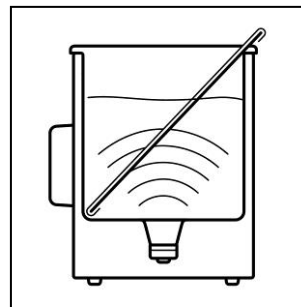

Abb.2
4. Rahmen und Folie in die Ultraschallwanne legen und das Set so am Boden positionieren, wie auf Abb. 2 gezeigt.